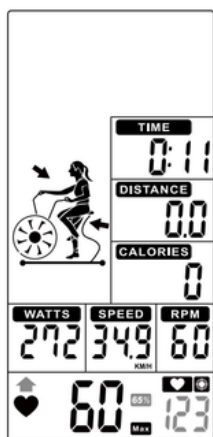

Figura 47
4. Cuando la frecuencia cardíaca baje del 65%, el valor parpadeará y el buzzer sonará cada 10 segundos hasta que la frecuencia del usuario supere el 65% (Figura 47).